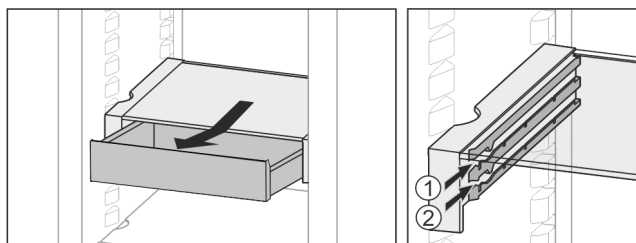

Fig. 32
- ▶ Skub den ind i den ønskede højde Fig. 32 (1) eller Fig. 32 (2).